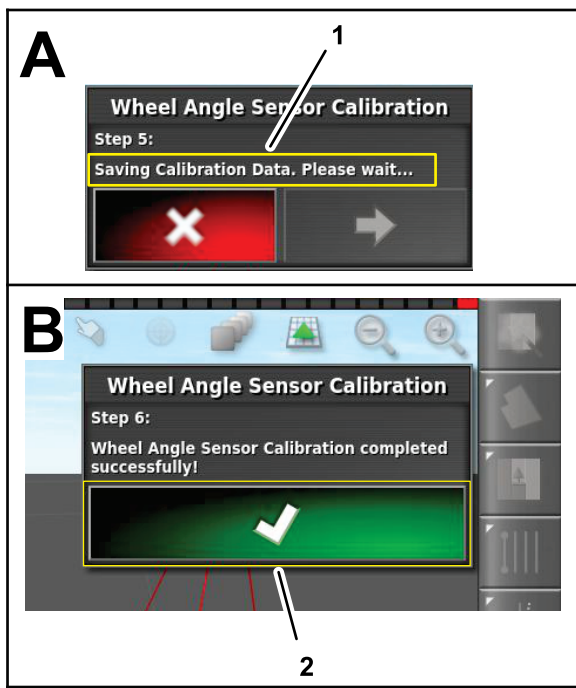

Figure 167
9. À l'étape 5, attendez que les données d'étalonnage du capteur d'angle de roue soient sauvegardées, puis appuyez sur l'icône Étape suivante (Figure 167).
10. À l'étape 6, appuyez sur l'icône de confirmation (Figure 167).